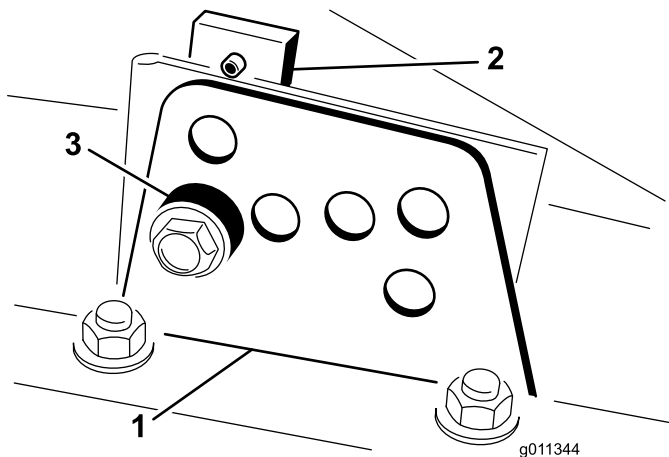

Figure 12
2. Desserrez le boulon qui fixe le support de hauteur de coupe à la plaque de hauteur de coupe (à l'avant et de chaque côté), comme montré à la Figure 12.